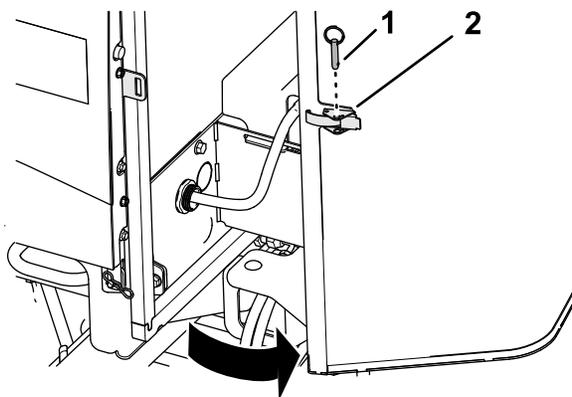

Figura 98
1. Rimuovete il perno a sfera dal fermo della griglia (Figura 98).